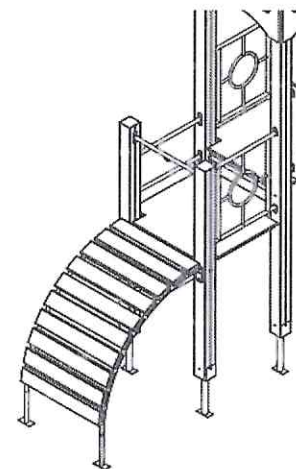

Рисунок 10
4. Установить рукоход, закрепив его к столбам поз. 3 при помощи мебельных болтов М8х120 + гайка + шайба + пласт. колпачок, а также сантех. саморезов 6х80 + шайба + пласт. колпачок (см. рис. 10 и 8).